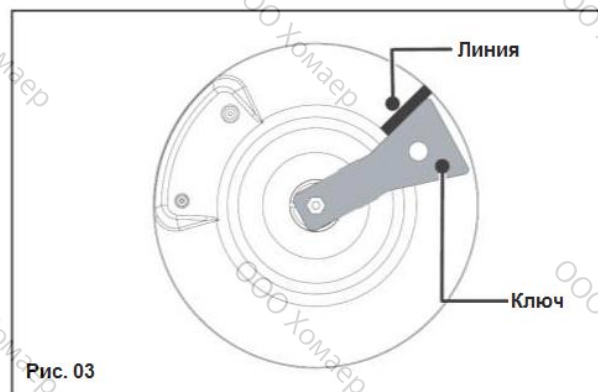

Рис. 03
По желанию Вы можете закрепить варочную панель при помощи входящих в комплект поставки крепежей (2 шт.) и винта (Рис. 03), которые крепятся под корпусом (Рис. 01).
В существующей системе подключения допускается использовать гибкий шланг со стяжным хомутом (соответствующий стандарту XP D 36-110), срок службы которого составляет 5 лет. В этом случае надлежит использовать переходник, а между переходником и патрубком на приборе необходимо установить уплотнительную шайбу (Рис. 03).
- проверните ключ по часовой стрелке таким образом, чтобы линия появилась на другой стороне ключа (Рис. 03).